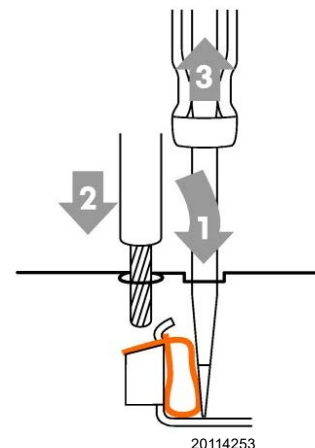

Fig. 28
Apertura del borne tipo “B” (Fig. 28)
- Colocar el cable pelado anteriormente y extraer el destornillador. Asegurarse de haber fijado correctamente el cable Fig. 28.